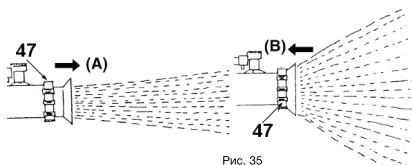

Рис. 35
Радиус распыления изменяется путем изменения положения распылительной форсунки после ослабления стопорного кольца (47) (Рис. 35).